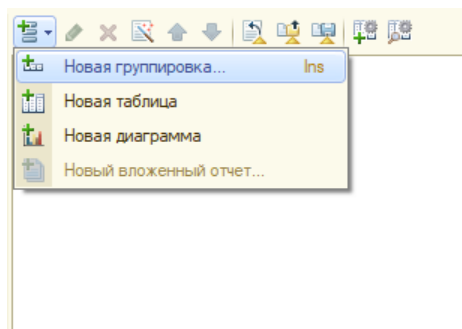

Рис. 2.5 Добавление новой группировки в отчет
2. Добавьте в отчет группировку (контекстное меню – Новая группировка). При этом не указывайте поле группировки, а просто нажмите ОК (рис. 2.5). В структуре отчета появится группировка Детальные записи.